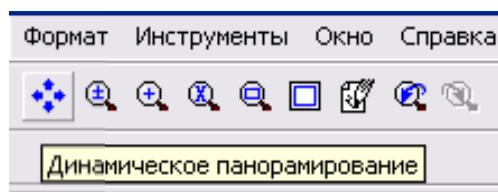

Рис. 1.3. Панель Вид
**Зуммирование и панорамирование чертежа.** Для зуммирования (увеличения масштаба) и панорамирования (перемещения изображения по экрану) можно воспользоваться пунктом меню Вид или панелью Вид, показанной на рис. 1.3. Важно помнить, что при зуммировании настоящие размеры чертежа не изменяются. Точно также, панорамирование не приводит к физическому перемещению чертежа относительно координат.
Если вы забыли, какую команду вызывает кнопка, подведите к ней курсор мыши, чтобы увидеть подсказку (см. рис. 1.3 – всплыла подсказка «Динамическое панорамирование»). Динамическое панорамирование позволяет перемещать изображение левой кнопкой мыши. Кнопки зуммирования уменьшают или увеличивают изображение. А